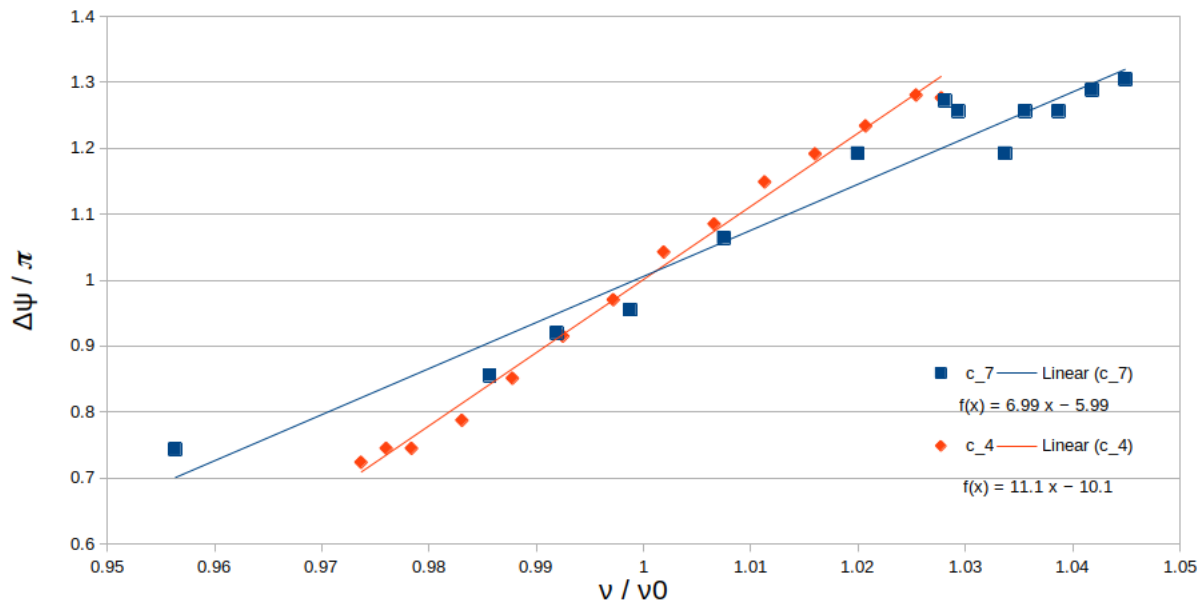

Рис. 4: $\frac{U}{U_0}(\frac{v}{v_0})$
11. По данным из п. 6 построим графики в координатах: $x = \frac{v}{v_0}$, $y = \frac{\psi_U}{\pi}$. Проведем анализ характеристик. См. рис. 4.